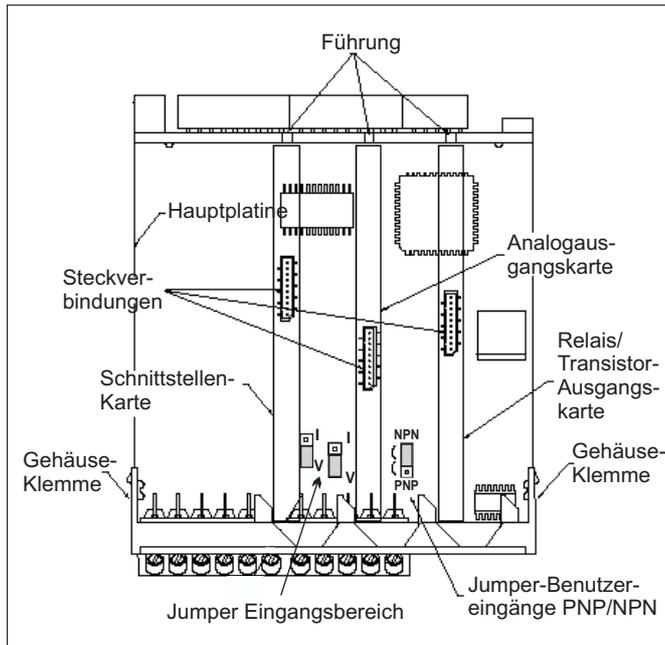

Bild 4.1: Ausgangskarten
Die Ausgangskarten haben feste Einbaupositionen. Die Steckverbinder der Karten sind so konstruiert, daß jede Karte nur auf eine bestimmte Position paßt. Die Einbauposition der Karten ist aus Bild 4.1 ersichtlich.
2. Stecken Sie die Ausgangskarte auf den entsprechenden Steckplatz (siehe Bild 4.1).
- Logik der Benutzereingänge (Werkseinstellung NPN) (Bild 4.1).